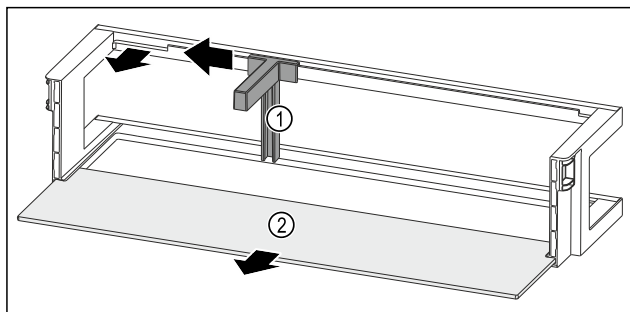

Fig. 149 带瓶托和搁板的门边存放架
- ▶ 将瓶托 Fig. 149 (1) 推至槽边。
- ▶ 取出瓶托 Fig. 149 (1)。
- ▶ 取出搁板 Fig. 149 (2)。